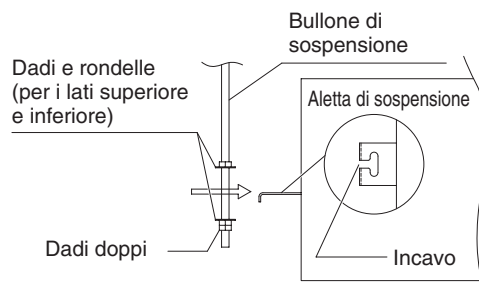

Fig. 3-10
- (3) Avvitare i 3 dadi esagonali e le 2 rondelle (da acquistare separatamente) su ciascuno dei 4 bulloni di sospensione, come illustrato nelle Fig. 3-10 e 3-11. Usare un dado ed 1 rondella per la parte superiore, e 2 dadi e 1 rondella per la parte inferiore in modo che quest'unità non cada dalle linguette di sospensione.